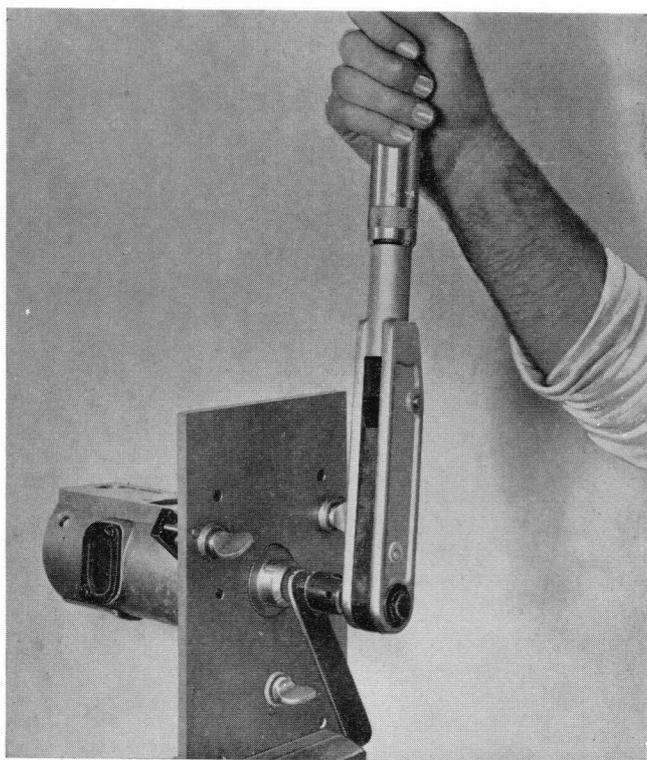

Fig. 33 Serrage ou desserrage de la vis de fixation du moyeu d'entraînement
- la rondelle d'appui et la rondelle Grower en utilisant l'outil 7144/261 (Fig. 33).
1. Retirer la vis de fixation du moyeu d'entraînement (Fig. 33) à l'aide des outils 7144/773 et 7144/261. Retirer la rondelle Grower et la rondelle de support.
11. Maintenir le moyeu d'entraînement avec l'outil 7144/773 et, à l'aide de l'adaptateur 7144/261 et d'une clé dynamométrique standard, serrer la vis de fixation du moyeu au couple donné dans les instructions (Fig. 33).